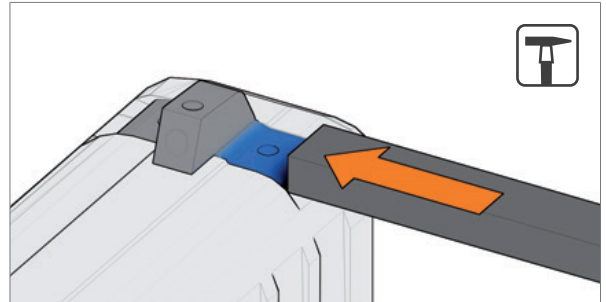

Abb. 27: Korn entnehmen
1. Korn mit Werkzeug entnehmen (Abb. 27).